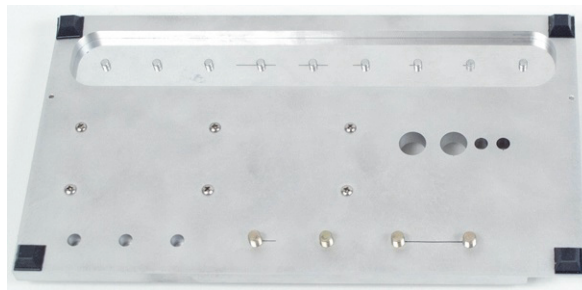

図 5-83 標準試験片の背面
6. 標準試験片を逆向きにし (大きい面が表示されるように。189 ページの図 5-83 を参照)、欠陥のない領域にプローブを置き、A リフトバランスキー () を押しします。